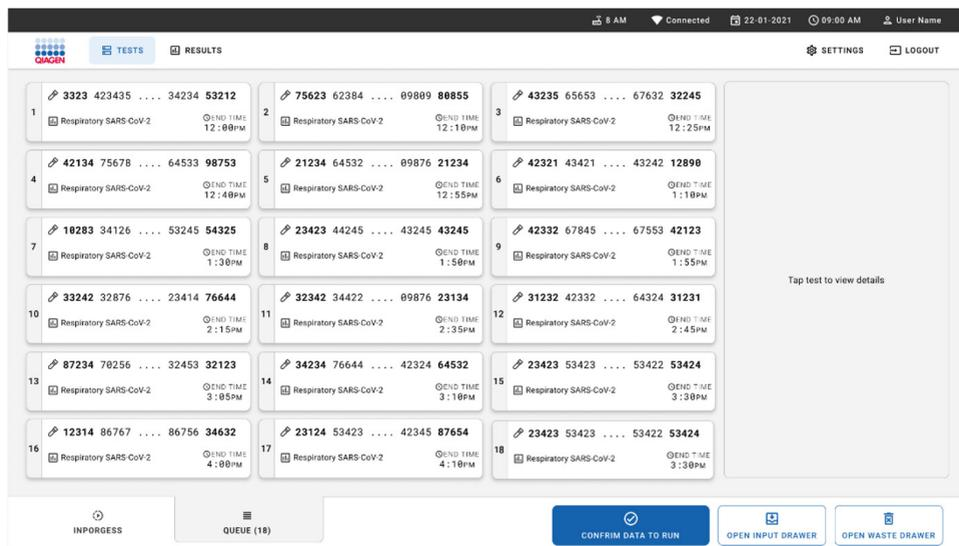

Figure 30. Écran de file d'attente des échantillons.
15. Après un balayage réussi, la file d'attente s'affiche (figure 30). Examinez les données présentées. En cas d'erreur, appuyez sur le bouton **OPEN INPUT DRAWER** (OUVRIR LE TIROIR D'ENTRÉE), retirez la cartouche concernée et procédez à un nouveau balayage de la cartouche en suivant les étapes 10-13.